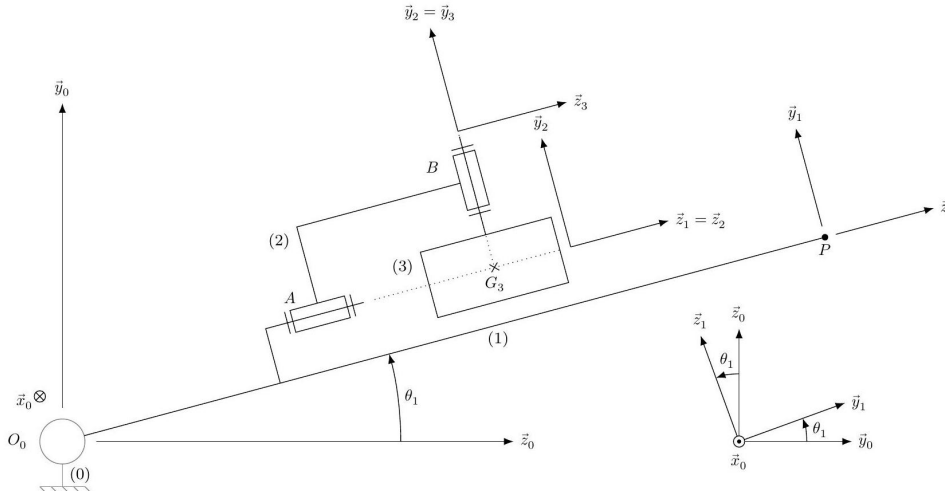

FIGURE 2 – Modèle cinématique du système GyroLock (représenté pour $\theta_2 = \theta_3 = 0$)
Dans la modélisation retenue (figure 2), une liaison pivot non parfaite permet de représenter la flexibilité de l'attache reconfigurable. La table d'opération (0) est supposée fixe et le référentiel $\mathcal{R}_0 (O_0, \vec{x}_0, \vec{y}_0, \vec{z}_0)$ lié à la table (0) est galiléen. Au stabilisateur (1) est associé le repère $\mathcal{R}_1 (O_0, \vec{x}_0 = \vec{x}_1, \vec{y}_1, \vec{z}_1)$ avec $\theta_1 = (\vec{y}_0, \vec{y}_1) = (\vec{z}_0, \vec{z}_1)$. Le point P tel que $O_0P = L$ représente le bout du stabilisateur (1) en contact avec la zone à opérer.